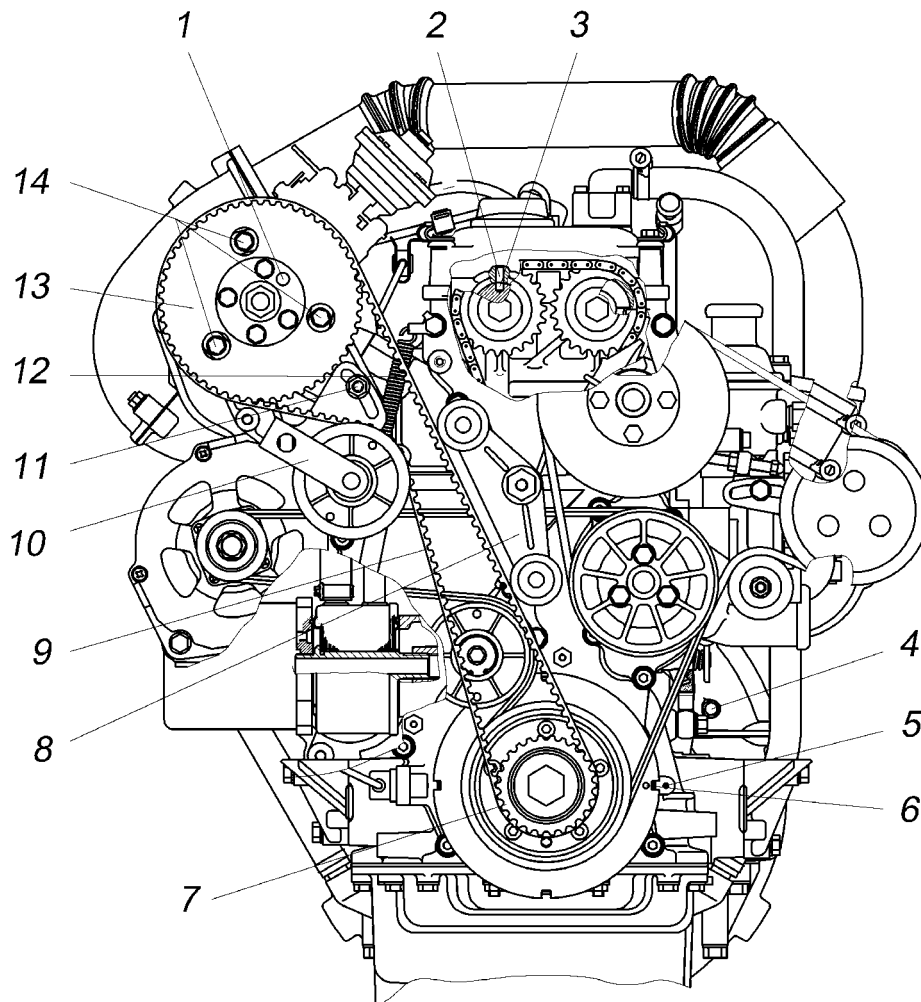

Рисунок 42 – Расположение меток и отверстий под штифты для замены ремня привода ТНВД:
2. Установить поршень первого цилиндра в ВМТ такта сжатия, зафиксировать положение коленчатого вала, снять ремень привода ТНВД и зафиксировать шкив ТНВД штифтом (выполнить п. 2-5 методики замены ремня привода ТНВД). Снять коромысло с успокоительными роликами 8 (Рисунок 42).
2. Ослабить гайку 11 (Рисунок 42) крепления натяжного ролика зубчатого ремня. Ремень натянется автоматически усилием натяжной пружины 12.
7. Проверить крепление ТНВД к переднему кронштейну (болты 14, Рисунок 42) и задней опоре. Ослабление креплений не допускается. Момент затяжки болтов 14 крепления ТНВД к передней опоре, болта и гайки крепления к задней опоре 15,7...19,6 Н·м (1,6...2 кгс·м).
Для этого нужно повернуть коленчатый вал с помощью специального ключа ЗМ 7812-4645 до совпадения метки 6 на роторе датчика положения коленчатого вала (Рисунок 42) с указателем ВМТ 5 на крышке цепи и зафиксировать его положение с помощью технологического установочного штифта ЗМ 7820-4582 (Приложение А), установив его в отверстие 4 блока цилиндров, при этом штифт должен зайти в паз маховика. Убедиться в совпадении отверстия в первой шейке впускного распределительного вала и отверстия в передней крышке распределительных валов 2 и 3 (смотреть через маслозаливную горловину крышки клапанов). В случае несовпадения отверстий вынуть штифт, повернуть коленчатый вал на 360° до совпадения отверстий и зафиксировать это положение штифтом, что будет соответствовать положению поршня первого цилиндра в ВМТ такта сжатия.
6. Ослабить гайку крепления ТНВД к задней опоре 9 (Рисунок 5) и болты 14 (Рисунок 42) крепления ТНВД к переднему кронштейну и зафиксировать насос в среднем положении относительно пазов в кронштейне, при этом болты не затягивать.